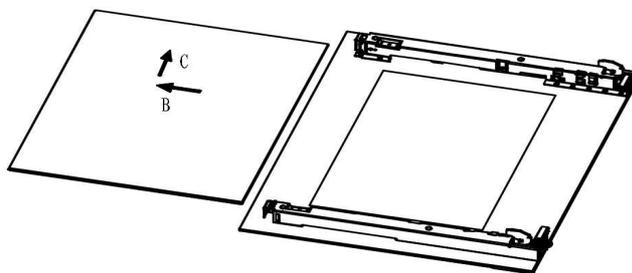

Рис. 13
4. Вытащите среднее стекло. (Рис. 13)